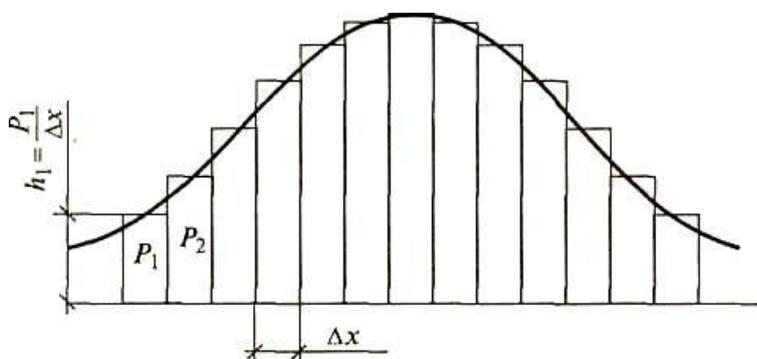

Рисунок 2 – Функция распределения измеренной величины  $h_1$  – ордината функции распределения в точке 1.
4. Строим статистический ряд, который служит основой для построения гистограммы и статистической функции распределения. При  $\Delta x \rightarrow 0$  гистограмма переходит в плавную кривую (рисунок 2).